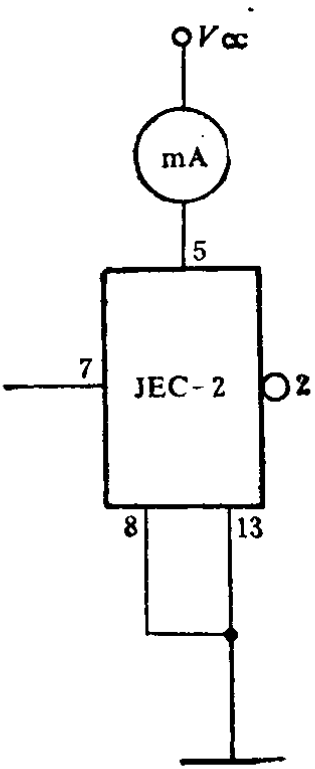

图 4
测试线路见图 4。将毫安表 ④ 串入 JEC-2 的 ⑤ 脚与电源 V_{CC} 之间（ V_{CC} 取值为多少伏，应视 JEC-2 的质量档位而定，参看附表 1、附表 2；JEC-2、JEC-2 A、JEC-B 档均取 $V_{CC} = +12V$ ，JEC-2 C 档的 $V_{CC} = +15V$ 。以下各项测试， V_{CC} 取值均同此），⑧、⑬脚接地，其余各脚悬空不接，此时电路无负载，毫安表指示的电流值则为功耗电流 I_{CCL} 。通常， I_{CCL} 小于 10mA 为合格，但各质量档位具体要求是多少，参看附表 1、附表 2。